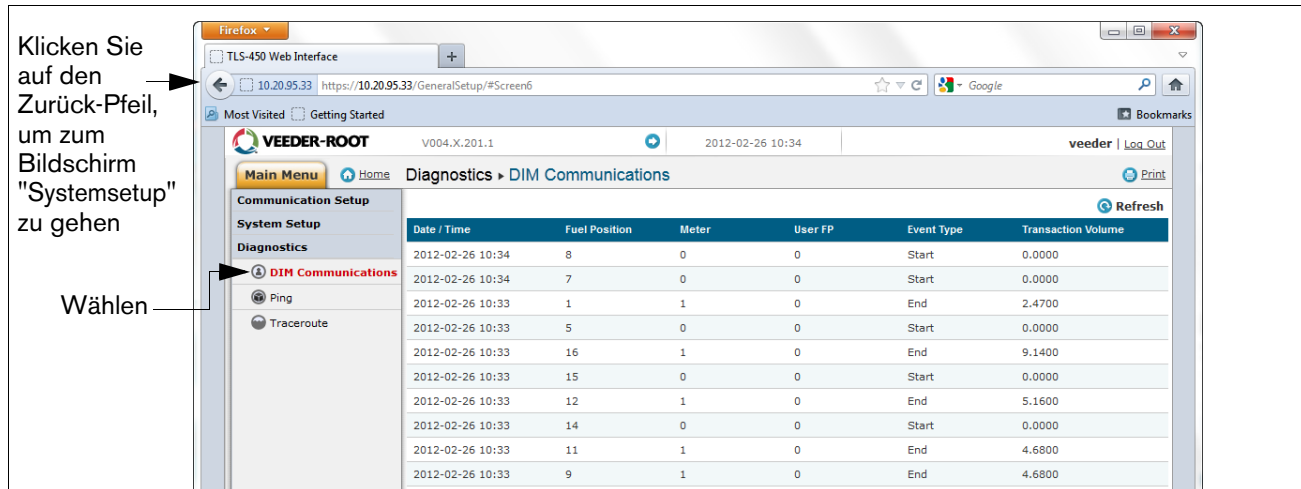

Abbildung A-10. DIM-Kommunikation prüfen
12. Klicken Sie auf der Seite "DiagnostiUe" (unten links in der obigen Abbildung) auf "DIM 5 ommuniUatione", um sicherzustellen, dass die DIM-Kommunikation erfolgreich vom Datenlogger aufgezeichnet wird. Transaktionen, die nach der Konfigurierung des Datenloggers vorgenommen werden, werden auf dem Bildschirm angezeigt (siehe Beispiel in Abbildung A-10.).